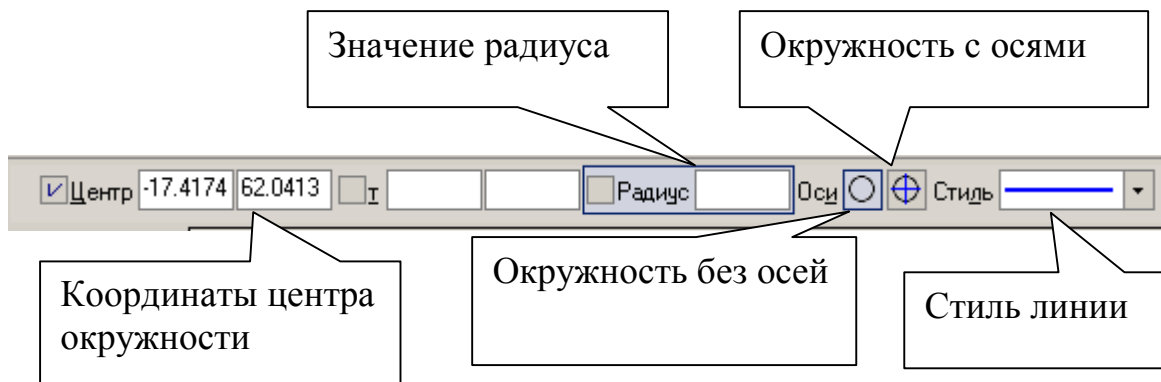

Рис. 26
1. Параметры окружности при ее создании и редактировании отображаются в отдельных *полях Строки параметров*: два поля координат **X** и **Y** центра окружности, координаты точки, принадлежащей окружности, значение радиуса окружности, поле стиля линии, рис. 26. Стиль линии для окружности должен быть основным. Выберите кнопку окружности с осями. На панели свойств, рис. 26, **активно поле радиуса окружности**, поэтому на клавиатуре наберите «10» и нажмите [Enter]. Введите координаты центра окружности (10, 50). Для этого двумя щелчками левой кнопкой мыши активизируйте поле **X** и введите в поле значение «10» (можно поле **X** активизировать с помощью клавиатуры [Alt] + [u]). Для ввода в поле значения координаты **Y** нажмите [Tab], введите «50» и нажмите [Enter].